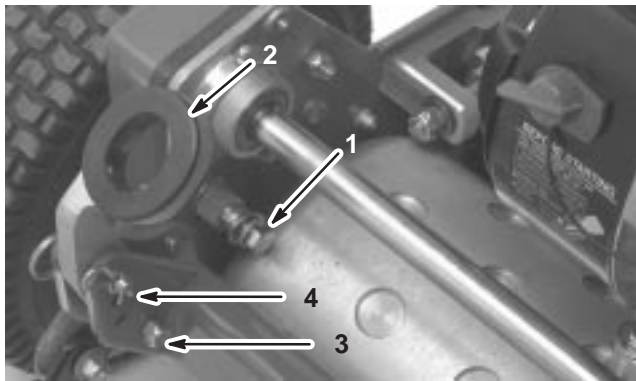

Figure 1
1. Retirez la vis d'assemblage, la rondelle et la rondelle-frein de l'axe de montage de chaque côté de la tondeuse, comme illustré à la Fig. 1.
2. Retirez les vis et les contre-écrous de fixation de la base des bras du mancheron de chaque côté de la tondeuse, comme illustré à la Figure 1.
3. Enlevez les goupilles fendues et les axes de chape de fixation des bras à l'arrière du bâti (Fig. 1).
4. Insérez les extrémités du mancheron dans les trous des bras du mancheron et placez les trous en face des axes de montage (Fig. 1).
- Retirez les goupilles fendues des axes de chape de chaque côté de la tondeuse (Fig. 1).
- Soutenez le mancheron et retirez les axes de chape de chaque côté pour monter ou descendre le mancheron à la hauteur requise (Fig. 1).